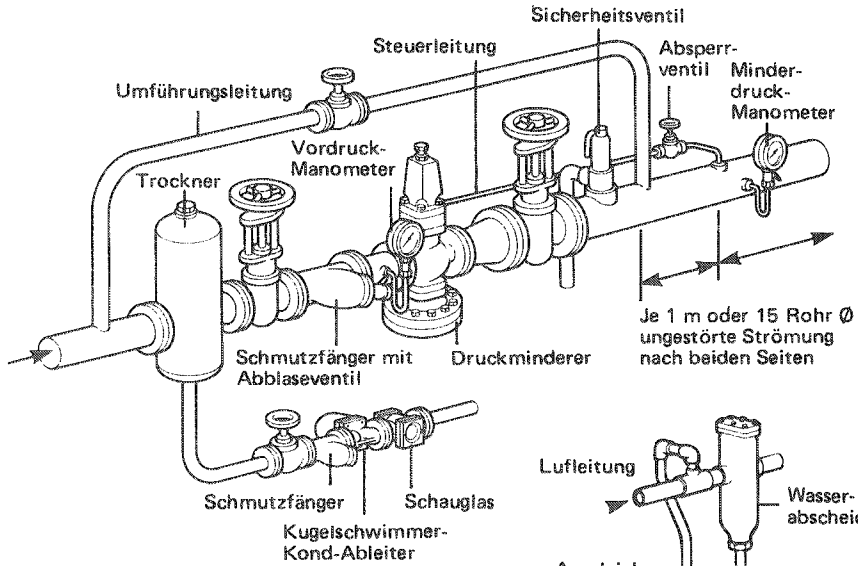

Bild 2 Installationsvorschlag DP 17S und DP 17ES
2. Installationsvorschläge (Bild 2, 3, 4)
Ist mit Sicherheit trockener Dampf vorhanden, kann die Entwässerung auch nach Bild 2 a ausgeführt werden. Steigt die Minderdruckleitung nach dem Regler an, so ist auch nach dem Regler an tiefster Stelle eine Leitungsentwässerung vorzusehen.
Soll eine kontinuierliche Dampfversorgung gewährleistet sein, so gestattet eine Umföhrungsleitung auch während des Betriebs der Dampfverbraucher die Wartung des Reglers (Bild 2). Das Umföhrungsventil sollte normalerweise die gleiche Nennweite wie das Regelventil haben, damit es genügend Dampf durchläßt.